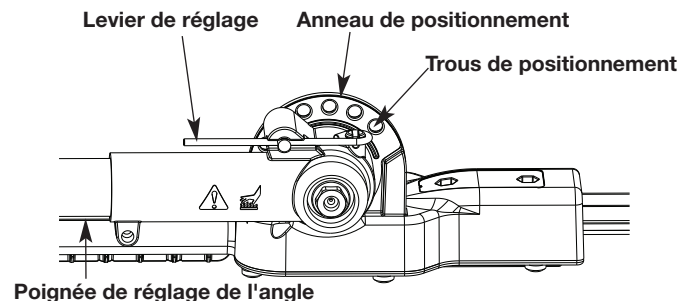

Fig. 4
1. Prenez le levier de réglage (Fig. 4) et poussez-le pour desserrer la goupille-poussoir du trou dans l'anneau de positionnement.